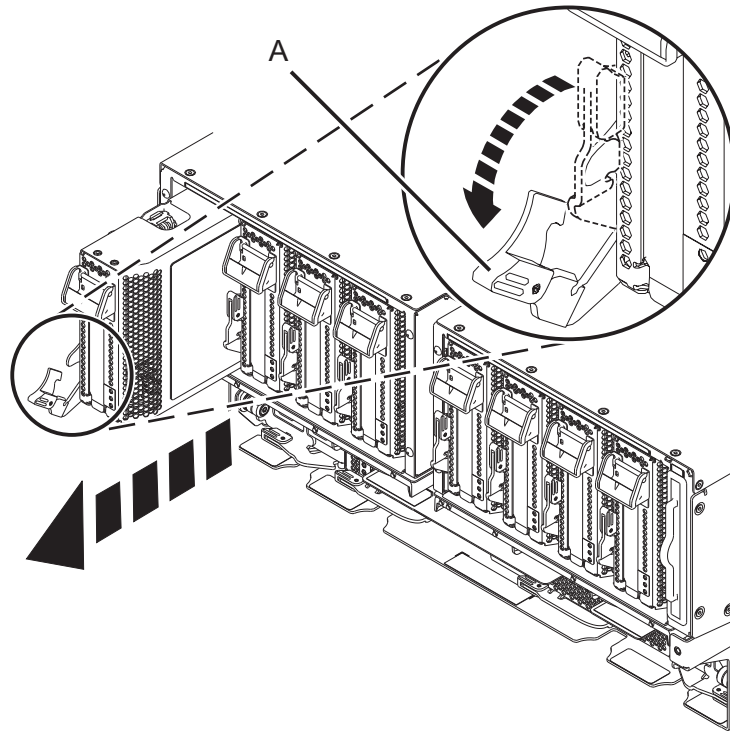

Figura 2. Extracción de una casete de adaptador PCIe del sistema
- b. Gire el asa de terracota de la casete (**A**) en la dirección que se muestra en la Figura 2 y, a continuación, presione el asa (**A**) para desenganchar el casete de los conectores de ranuras.